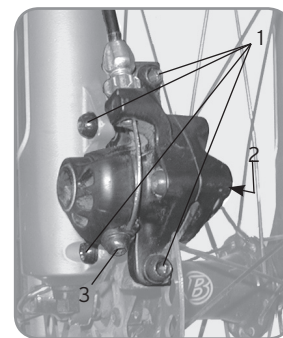

Figure 31. Frein à disque
1. Tournez le dispositif de réglage de patin fixe (figure 31).